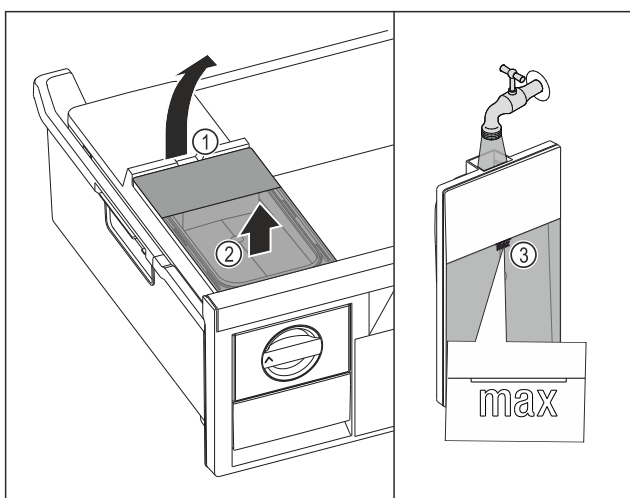

Fig. 96
- ▶ Zvedněte nádržku na vodu za vybrání Fig. 96 (1).
- ▶ Vyměňte nádržku na vodu nahoru. Fig. 96 (2)
- ▶ Naplňte nádržku na vodu pitnou vodou až po značku Fig. 96 (3).